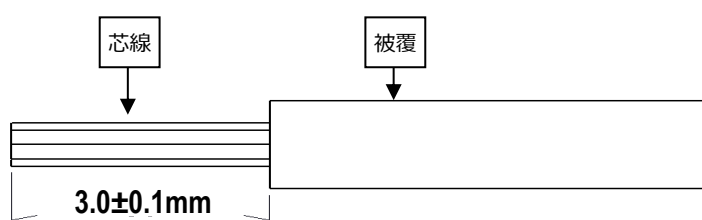

図 1. 電線被覆剥き長さ
① 電線被覆は、 $3.0 \pm 0.1\text{mm}$ で剥いてください。(図 1 参照)